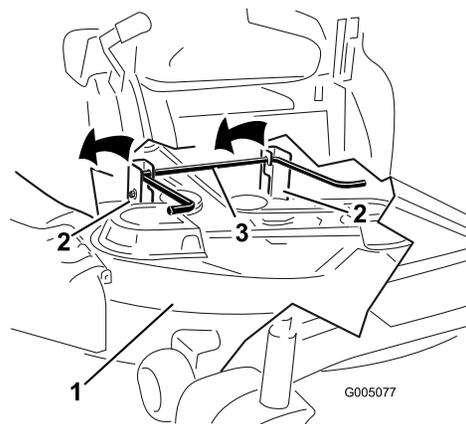

Figure 47
5. Soulevez et enlevez le plateau de coupe et les supports de la tige de levage arrière et abaissez la tondeuse au sol avec précaution (Figure 47).
- Soulevez l'arrière du plateau de coupe et guidez les supports sur la tige de levage arrière (Figure 47).